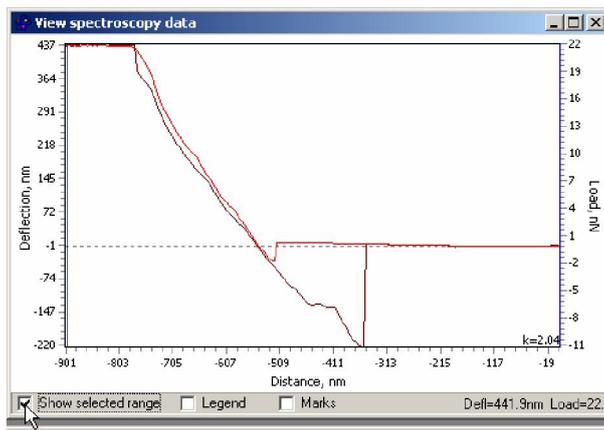

Рис. 3.11. Активация отображения выбранного диапазона
2. В специализированном окне визуализации измеренных данных **View spectroscopy data** активировать отображение выбранного диапазона – Show selected range (рис. 3.11).